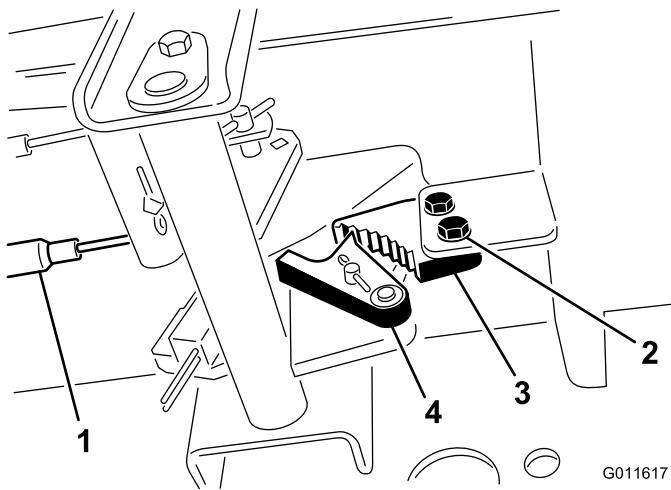

Figura 42
1. Afloje los 2 tornillos que fijan el trinquete del freno de estacionamiento al bastidor (Figura 42).
2. Pise el pedal del freno de estacionamiento hacia adelante hasta que la uña se enganche a fondo en el trinquete del freno (Figura 42).